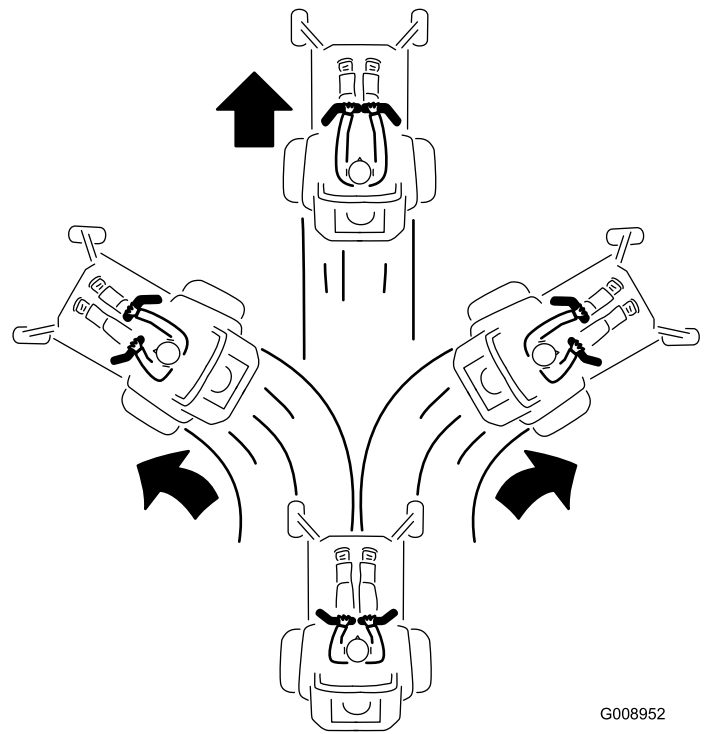

Figure 29
3. Pour vous déplacer en marche avant, poussez lentement les leviers de commande de déplacement vers l'avant (Figure 29).